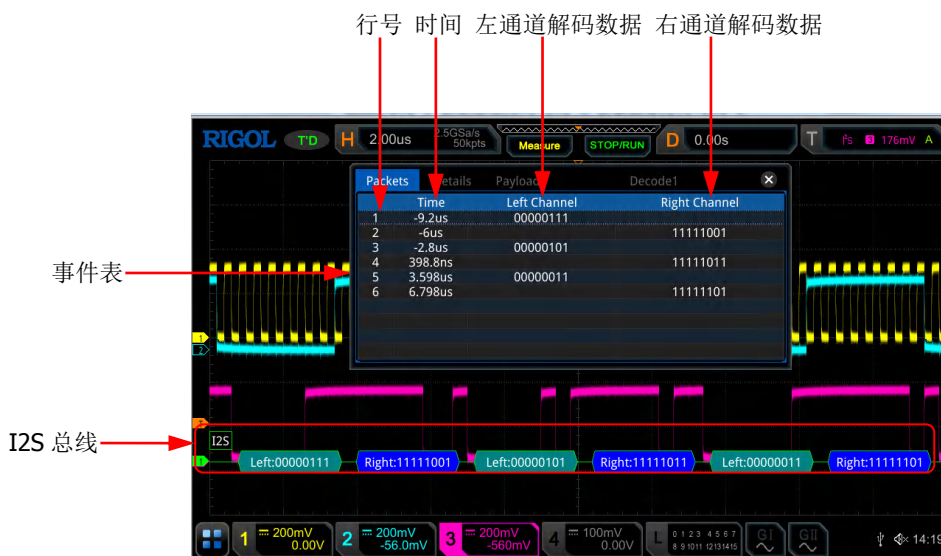

图 11-14 I2S 解码事件表
- 打开或关闭事件表：连续按 **事件表** 键，打开或关闭事件表显示。打开事件表，屏幕弹出如图 11-14 所示的事件表。您也可以用触摸屏功能触摸事件表右上方的图标  关闭事件表功能。另外，当运行状态为“STOP”时，您还可以旋转多功能旋钮  选择指定行并查看相应的解码信息。